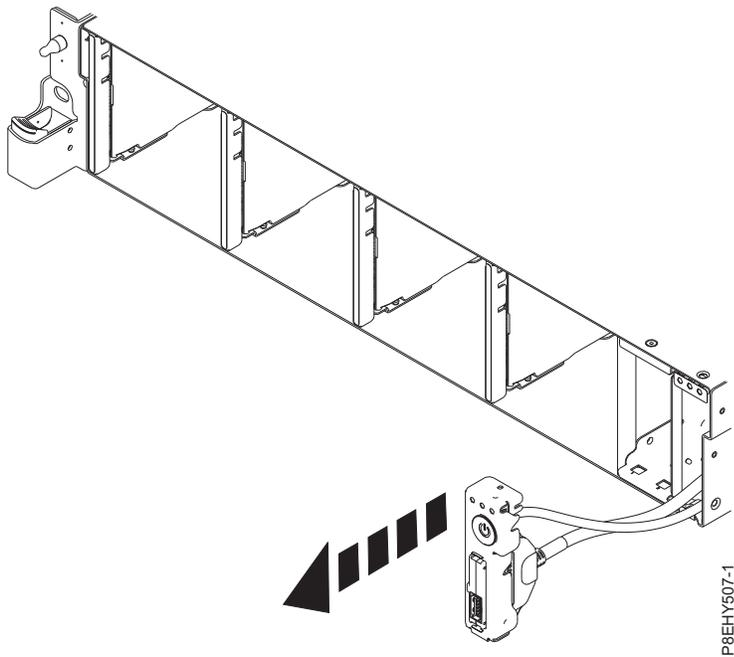

Figura 59. Puxe o comutador de energia do sistema
9. Puxe o comutador de energia do sistema Consulte Figura 59.